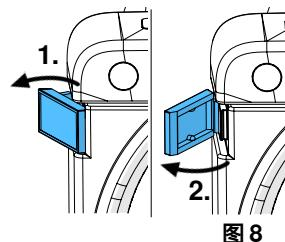

图 8
- 打开门锁 (图 8) 并移除修整机门,
- 在弯曲的一侧向后拧下喷洒管 (18),
- 将拉拔器 (11) 旋入凸缘 (23), 直到凸缘与轴分离。
没有正确关闭修整机门。	关闭门锁（图 1 的 6、图 8）。
紧固螺钉（图 1 的 16、图 8）未充分拧紧。	拧紧紧固螺钉（图 1 的 16、图 8）。